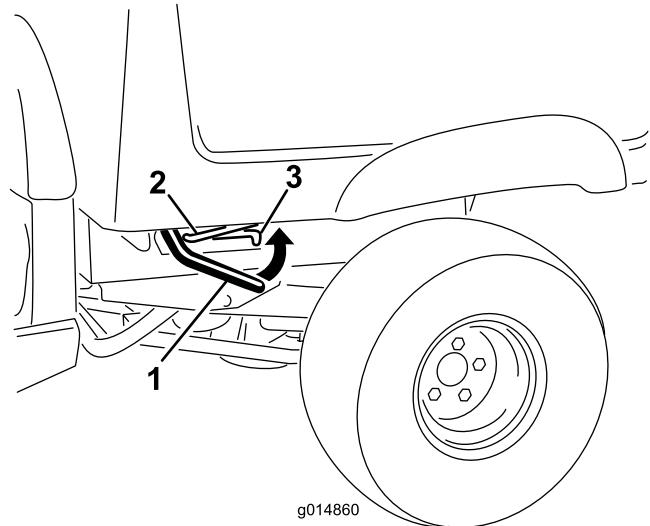

図 2
5. 荷台の右側または左側でレバーを引き上げ、荷台を持ち上げる図 2。